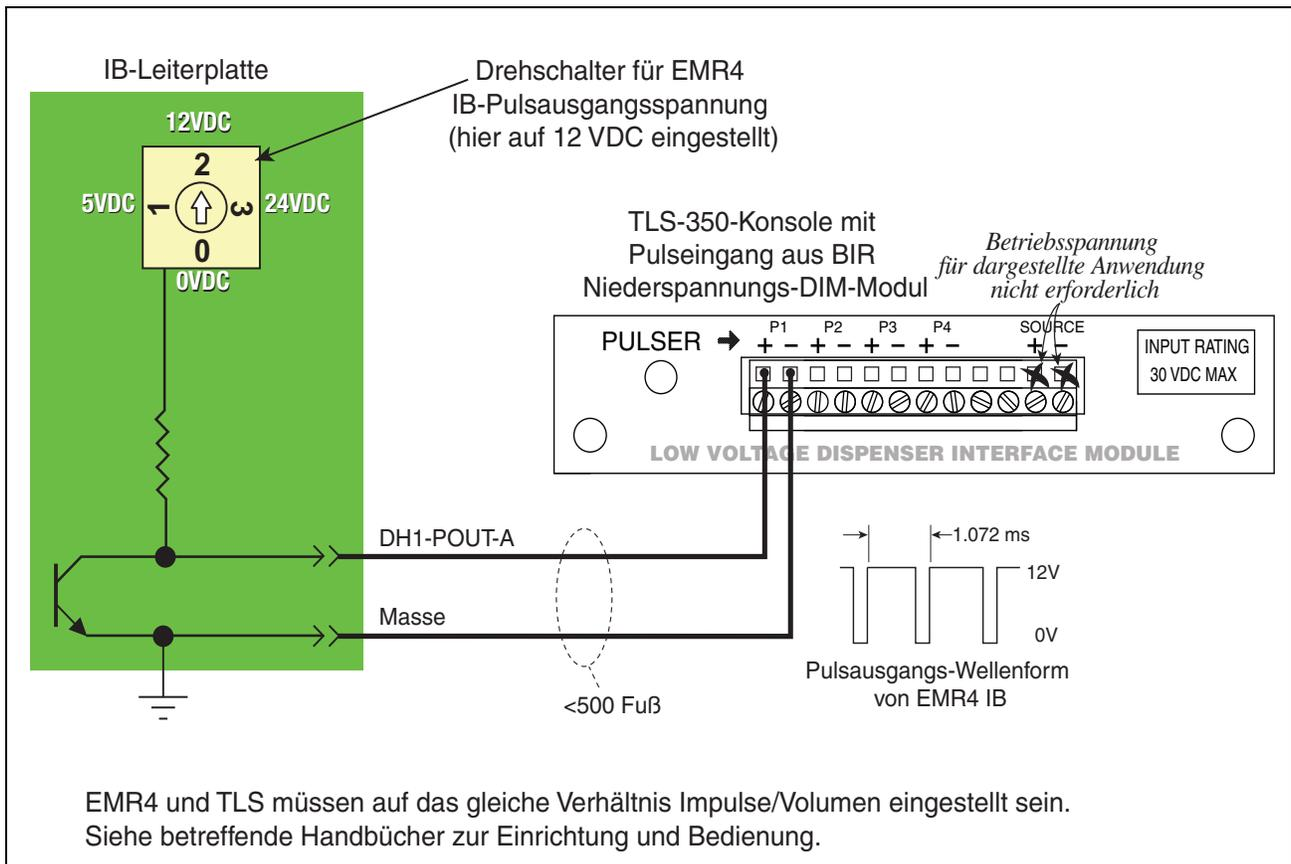

Abbildung 42. Verdrahtung des Impulsausgangs zu einer Konsole TLS-350
- POUT-1 und POUT-2 sind Open-Collector-Ausgänge mit einem internen Pull-Up-Widerstand (2,4 K Ω). Die Ausgangsspannung kann über den Drehschalter für die Impulsausgangsspannung wahlweise auf 5, 12 oder 24 Volt eingestellt werden (siehe Abbildung 42).